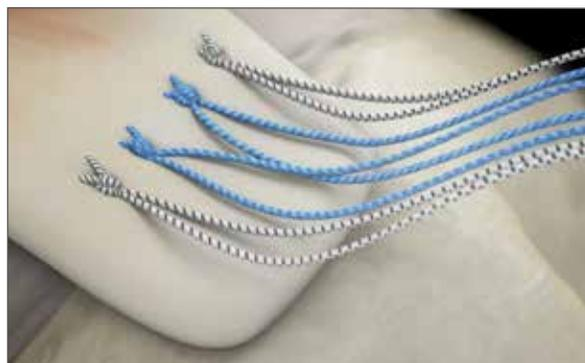

Abbildung 1
1. Nähen Sie das Weichteilgewebe mithilfe des passenden Nahtmaterials zu (**Abbildung 1**).